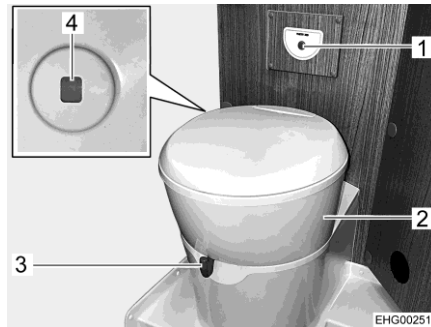

Bild 171 Toalett
Toalettskålen kan vridas till önskad position. Ta tag i toalettens överdel (Bild 171,2) med händerna och vrid.
Kontrollenheten med spolknappen (Bild 171,1) är placerad i närheten av toalettskålen.
Nivåindikeringen (Bild 171,4) ändrar färg från grönt till rött när latrintanken måste tömmas.
- Öppna spjället på toaletten före spolning. Skjut för detta spjällspaken (Bild 171,3) moturs.
- För att spola, tryck på den blå spolknappen (Bild 171,1).